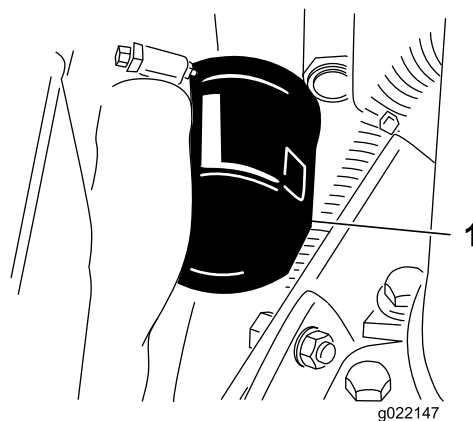

Figure 56
3. Déposez le filtre à huile (Figure 56).